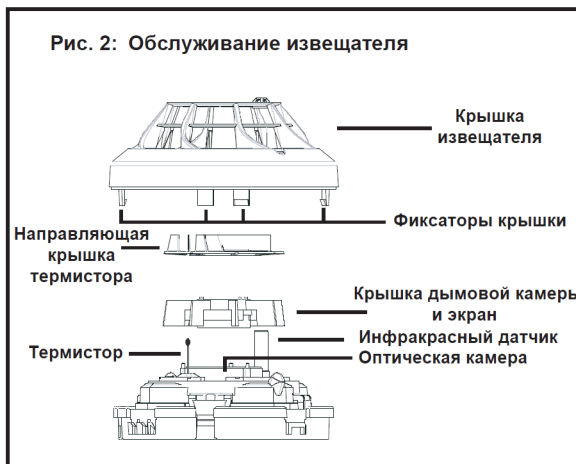

Рис. 2: Обслуживание извещателя
- Снимите крышку извещателя, для чего аккуратно освободите четыре фиксатора, которые удерживают крышку (рис.2).